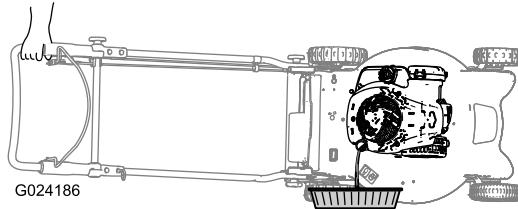

Bild 18
3. Kippen Sie den Rasenmäher seitlich (Peilstab nach unten), um das Altöl über den Öliefüllstutzen abzulassen (Bild 18).